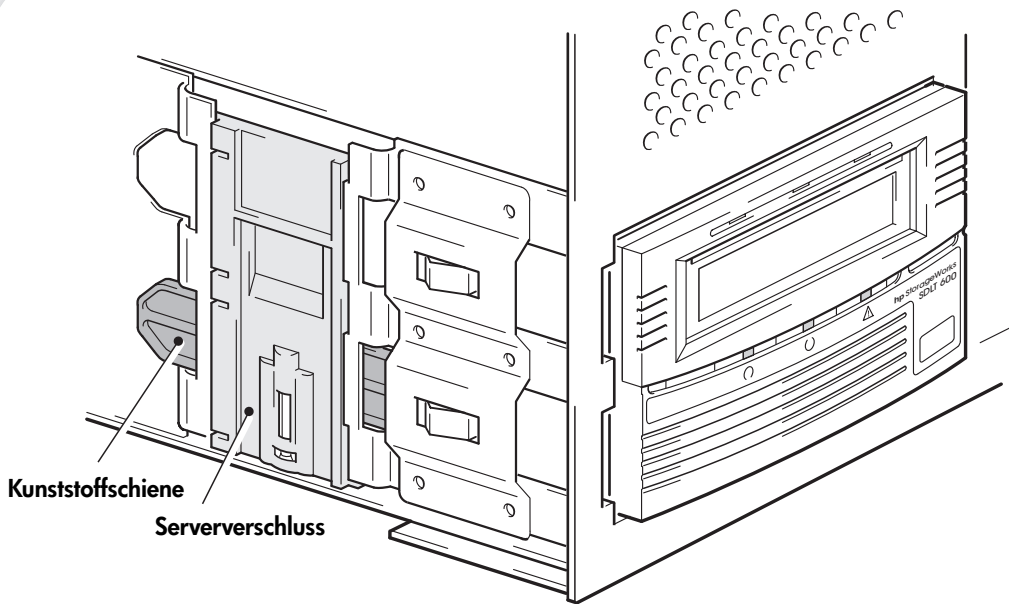

Abbildung 8a: Befestigen des Laufwerks an Einbauteilen
- 1 Schieben Sie das Bandlaufwerk fest in den Einschub ein, und lassen Sie den Serververschluss einrasten (siehe Abbildung 8a).